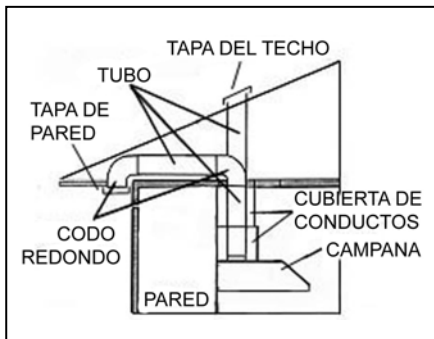

Figura 13
- Decida la ubicación para colocar el conducto de ventilación de la campana hacia el exterior. Consulte la Figura 13